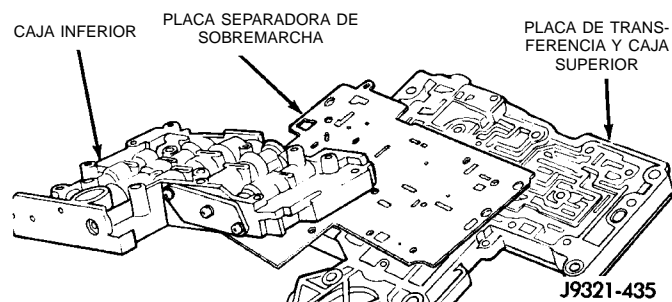

Fig. 67 Caja inferior
(29) Gire el cuerpo de válvulas de manera que la caja inferior mire hacia arriba (Fig. 67). En esta posición, las dos bolas retén en la caja superior permanecerán en su lugar y no se caerán cuando se retiren la caja inferior y la placa separadora.
(30) Retire los tornillos que aseguran la caja inferior del cuerpo de válvulas a la caja superior y la placa de transferencia (Fig. 67). **Observe la posición del soporte del tubo de la válvula reforzadora para utilizar como referencia durante el ensamblaje.**
(31) Retire la caja inferior y la placa separadora de sobremarcha de la placa de transferencia (Fig. 67).